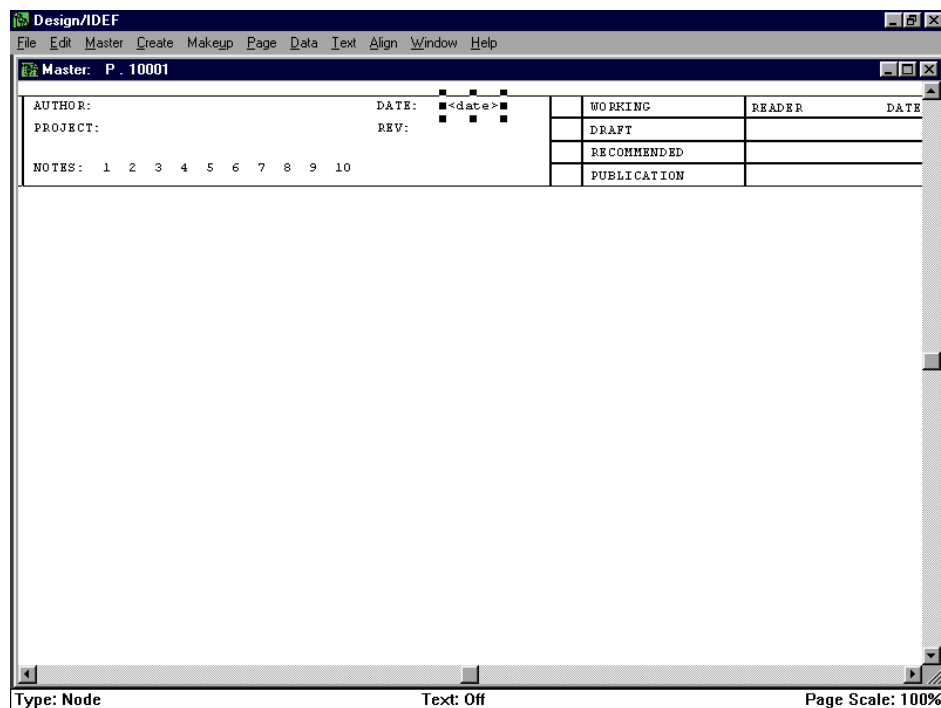

Рисунок 2 - Открытие файла Мастерской страницы Design/IDEF
- Мастерская страница Design/IDEF содержит 3 секции (рисунок 2): поле рабочей информации - верхней части страницы, поле сообщений, в котором рисуете диаграмму, - в центральной части страницы, и поля идентификации вдоль нижнего края страницы.